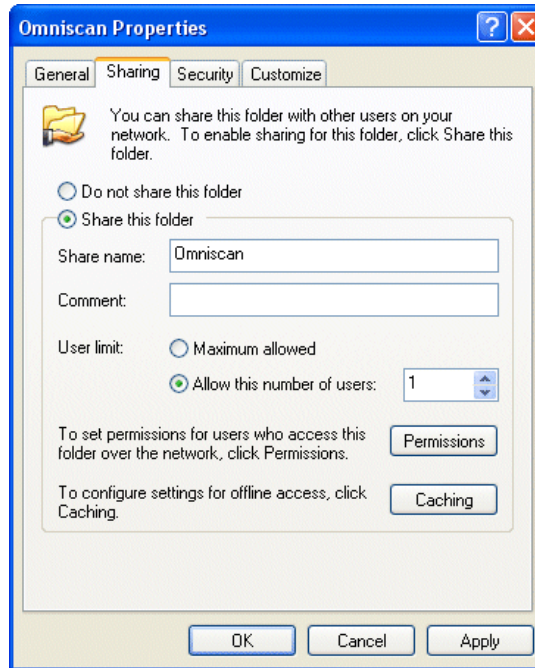

Рис. 7-13 Свойства OmniScan (Windows XP): Общий доступ
3. В диалоговом окне **Omnican Properties** (Свойства Omnican) щелкните **Sharing** [Общий доступ] (см. Рис. 7-13 на стр. 214).